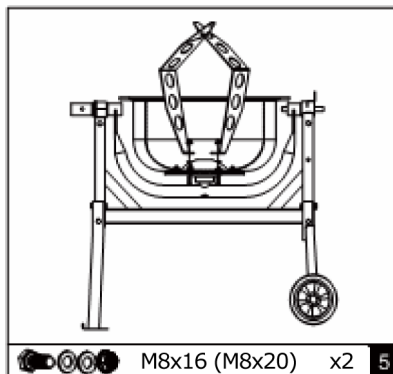

Рис. 11
1. Установите лопасти бетоносмесителя внутрь нижнего полубака (рис. 11).